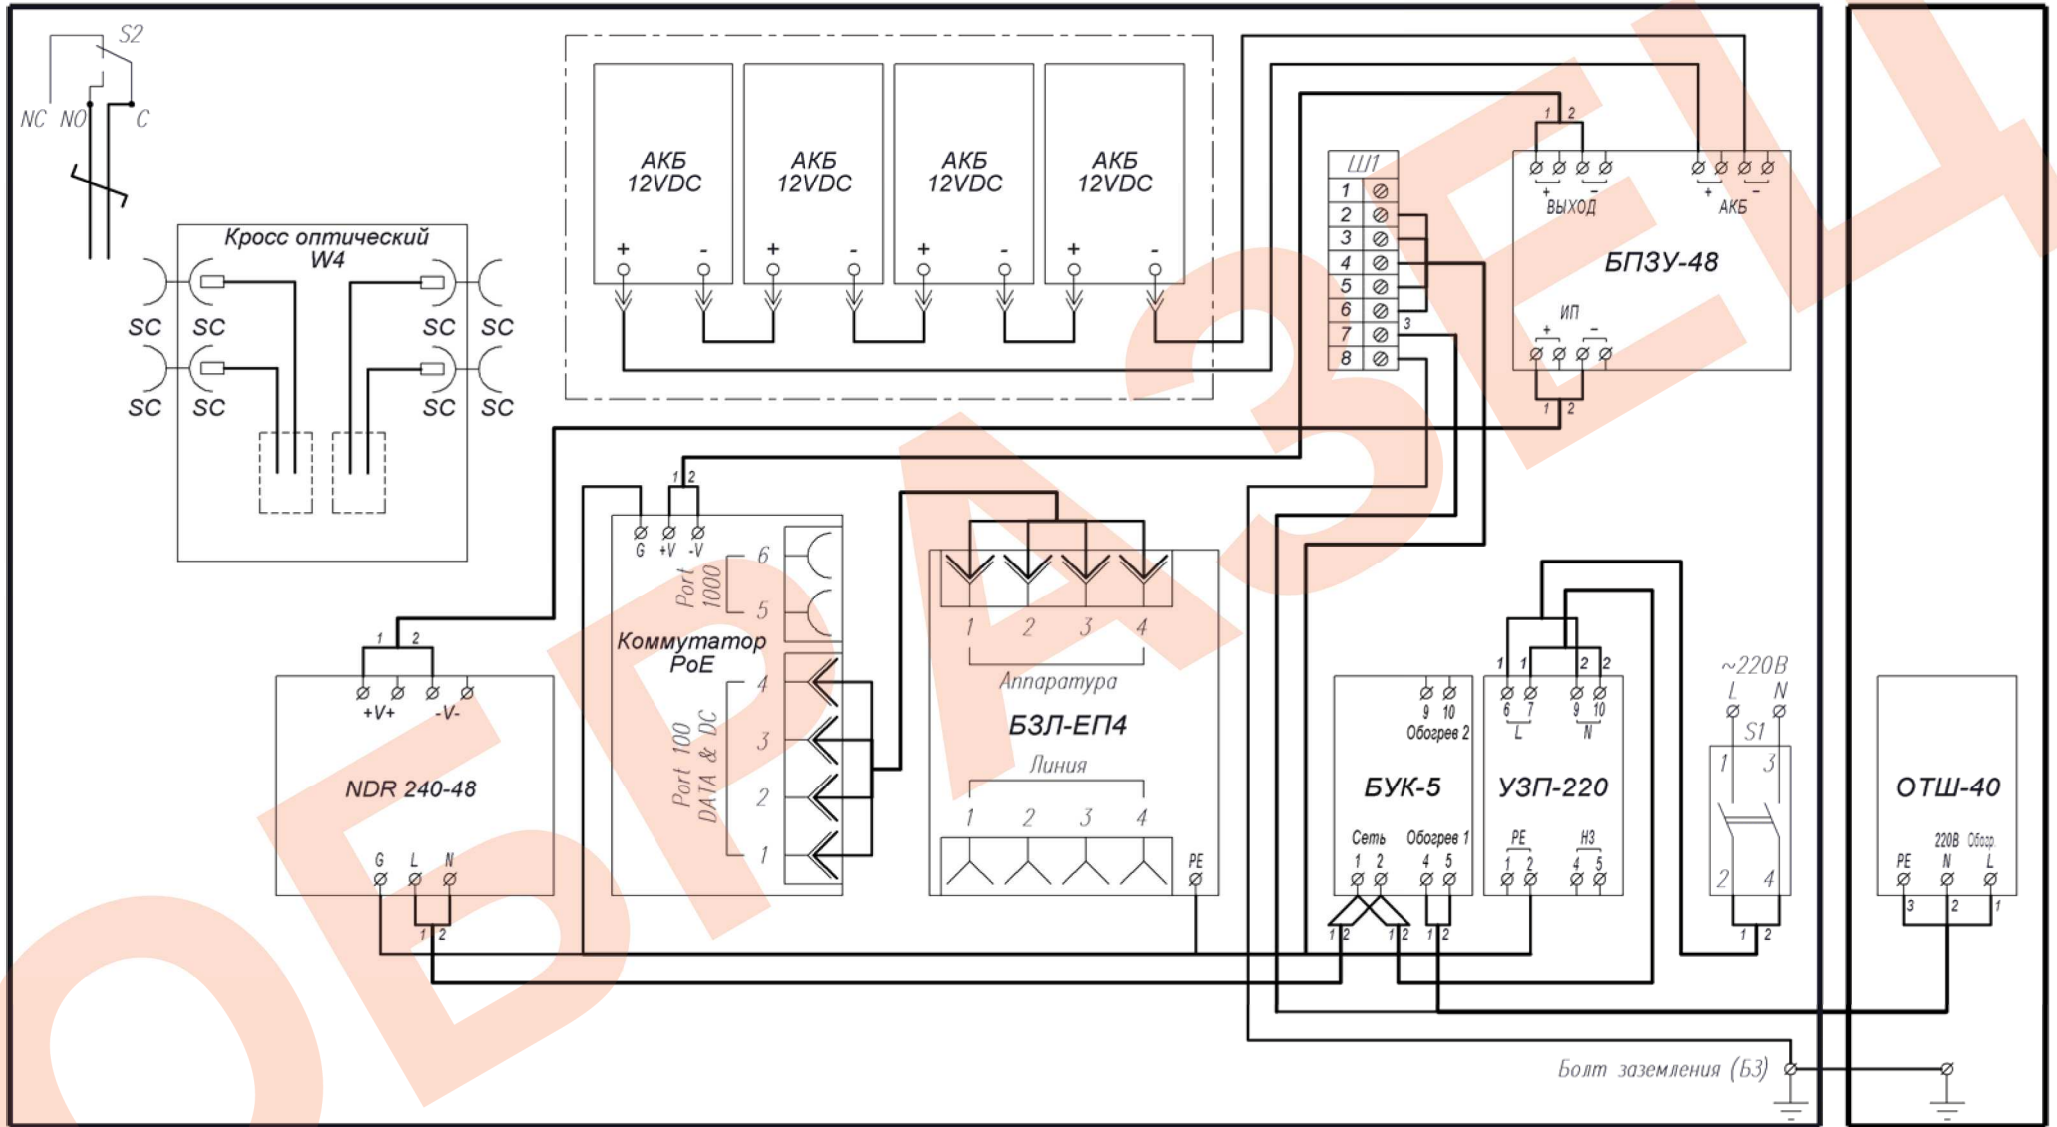

Рис.1 Схема электрическая принципиальная
1. Заземлить изделие при помощи болта заземления (БЗ) (рис. 1).